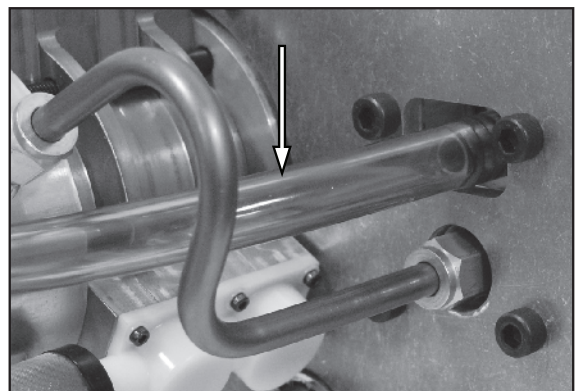

Figura 57.
2. Vedere la Figura 57. Rimuovere il tubo.